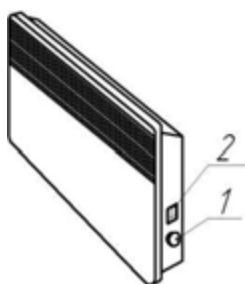

Рис. 5 Размещение органов управления конвекторов (IP20)
5.7 Переведите клавишу выключателя (клавиши ступенчатого регулятора мощности) в отключённое положение «0», ручку термостата установите в положение «❄» (совместите знак «❄» на ручке с меткой на корпусе конвектора или блока управления). Конвектор готов к работе (расположение органов управления конвектором приведено на рис. 5, 6).
**Внимание!** Категорически запрещается включать и эксплуатировать конвектор без его закрепления на кронштейнах на стене или без установленных опор на полу. Включать и эксплуатировать конвектор допускается только в положении, показанном на рис. 5, 6 (воздухозаборной решёткой вниз). При первом включении конвектора возможен запах от испарения консервационных материалов. Рекомендуется проветрить помещение.